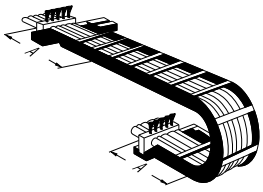

Fig. 1
- с обеих сторон короткой энергоцепи (→ Fig. 1)